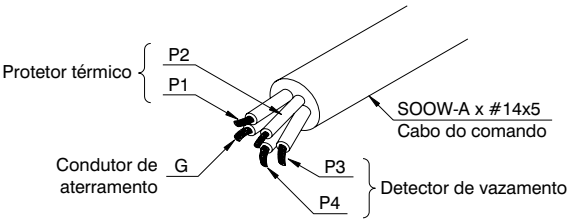

Fig. 15
4.3. Conexão do cabo de comando (Fig. 15 e Tabela 3)